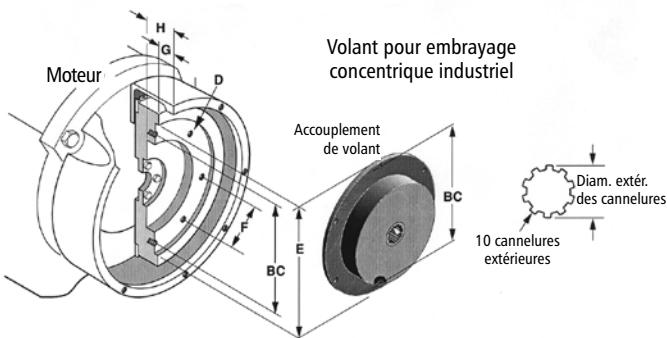

Figure 6
- La fig. 6 montre le volant évidé conçu pour les embrayages concentriques des prises de force.